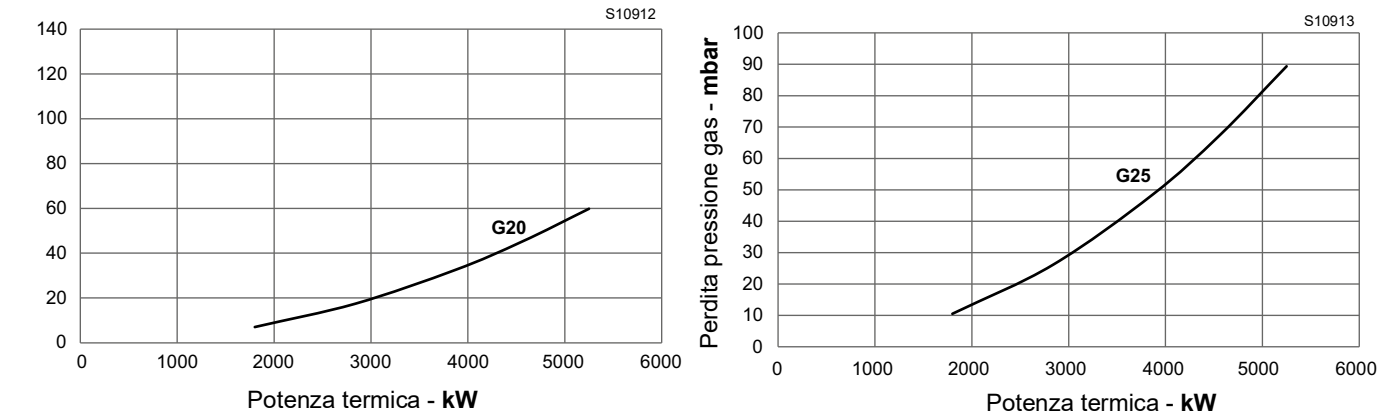
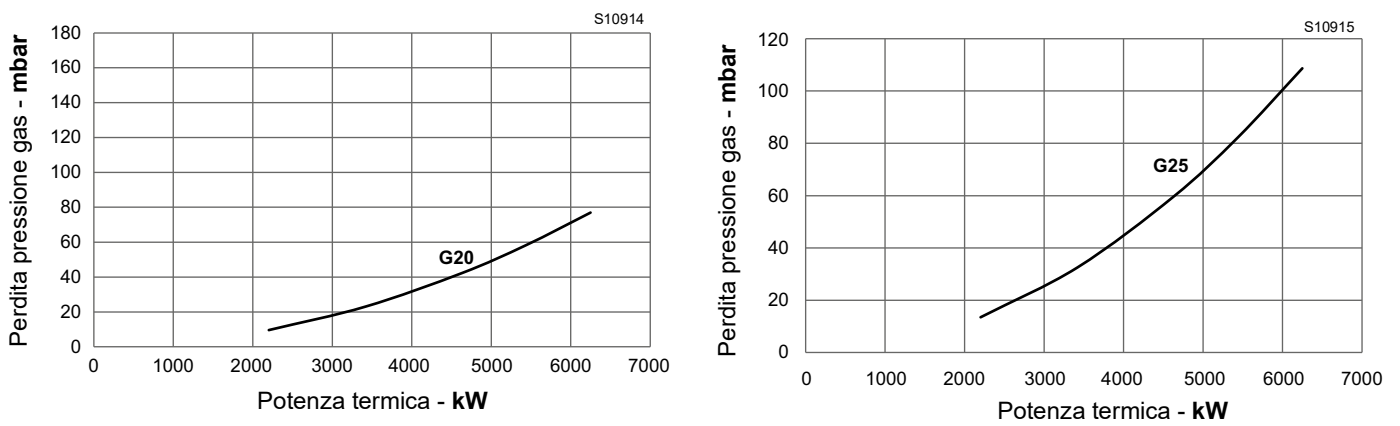

Fig. 25
Fig. 26
Le Fig. 23, Fig. 24, Fig. 25 e Fig. 26 a pag. 25, indicano le perdite di carico minime lungo la linea di alimentazione del gas in funzione della potenza massima del bruciatore.
I valori riportati nelle Fig. 23, Fig. 24, Fig. 25 e Fig. 26 si riferiscono a:
- Trovare nelle Fig. 23, Fig. 24, Fig. 25 e Fig. 26, in relazione al bruciatore scelto, il valore di pressione più vicino al risultato della sottrazione.
- trovare nelle Fig. 23, Fig. 24, Fig. 25 e Fig. 26, in relazione al bruciatore scelto, il valore di potenza più vicino al valore desiderato.